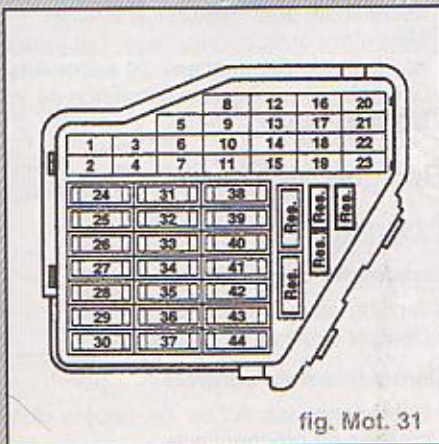

fig. Mot. 31
- Retirer le fusible 34 (fig. Mot. 31).